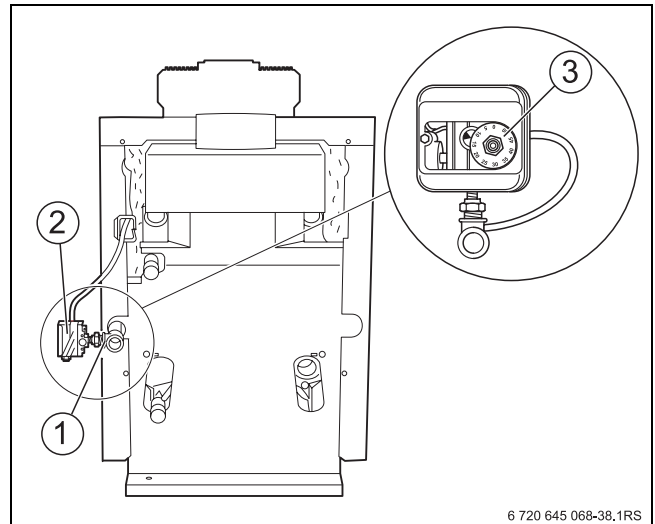

Рис. 46 Монтаж реле контроля давления газа
- ▶ Установите реле контроля давления газа (→ рис. 46, [2]) непосредственно на патрубок подключения газа (→ рис. 46, [1]) на котле так, чтобы регулировочный диск (→ рис. 46, [3]) был направлен вверх или наружу (используйте переходник).